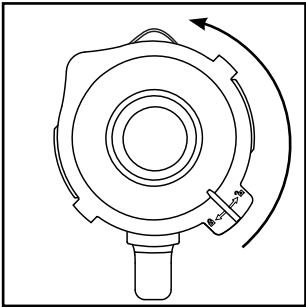

Fig. 1
- 1) Gire el vaso ❸ en sentido antihorario hasta que la flecha ▼ situada bajo el asa del vaso quede sobre la posición . Retire el vaso ❸ del bloque motor ❹ en posición recta hacia arriba.
- 2) Retire la tapa ❷; para ello, gírela en sentido antihorario hacia la posición  (consulte la fig. 1) hasta que pueda extraerse hacia arriba.
- 3) Llene el vaso ❸ como mínimo hasta la rayita inferior de la escala ❸ y, como máximo, hasta la marca MAX. Para obtener un resultado óptimo, recomendamos las siguientes cantidades máximas de llenado: